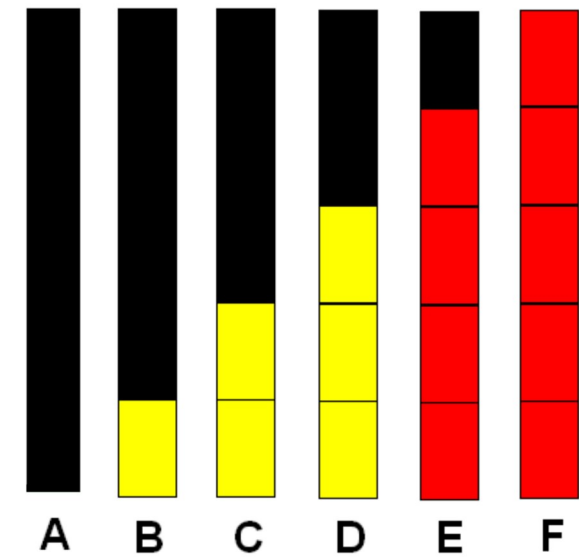

图 20
当“警戒区 1”处于活动状态时，显示器左侧的一个黄色区段将点亮。声音警报器不启用。请参考图 20 中的场景 (B)。
当“警戒区 2”处于活动状态时，显示器左侧的两个黄色区段将点亮。声音警报器不启用。请参考图 20 中的场景 (C)。
当“警戒区 3”处于活动状态时，显示器左侧的三个黄色区段将点亮。声音警报激活。请参考图 20 中的场景 (D)。
当“临界区”处于活动状态时，显示器左侧的四个红色区段将点亮。声音警报激活。目标越近，警报的频率越高。请参考图 20 中的场景 (E)。
当“停止区域”处于活动状态时，显示器左侧的五个红色区段将点亮。声音警报激活。警报连续鸣响。请参考图 20 中的场景 (F)。